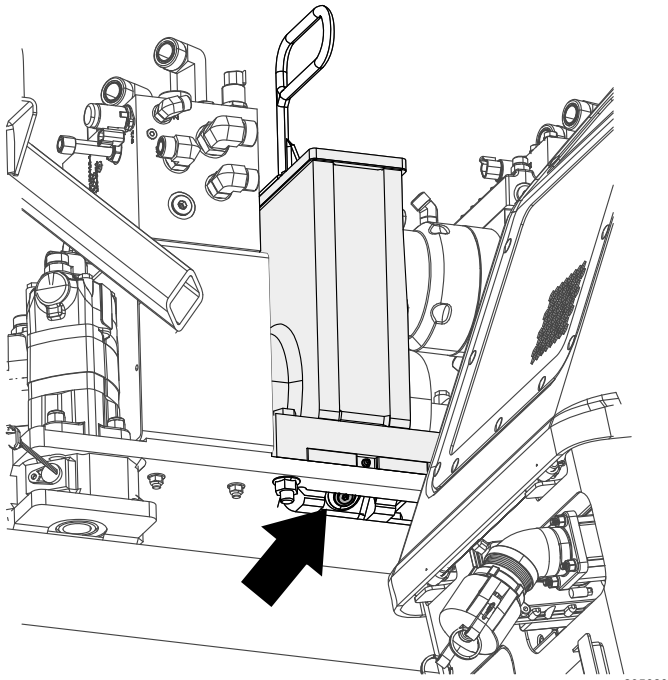

Figura 101
3. Retire el tapón de vaciado y deje fluir el aceite al recipiente (Figura 101).